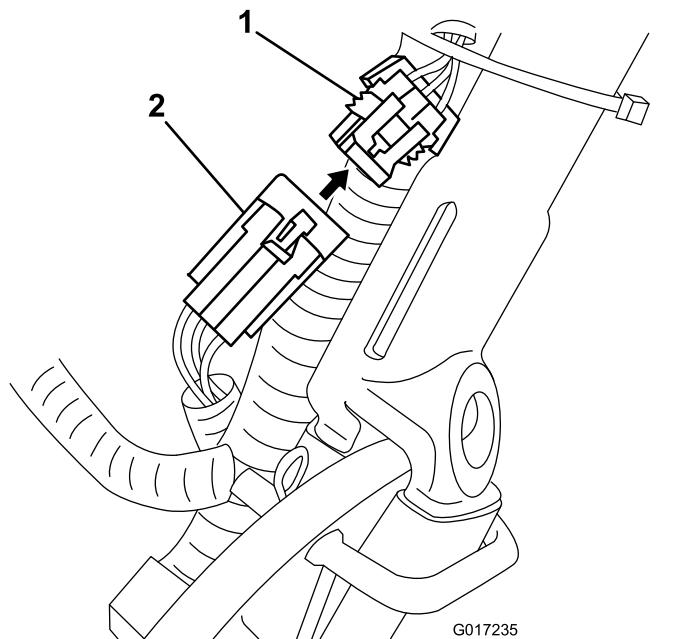

Рисунок 16
3. Отсоедините малый разъем жгута проводов «аккумулятор–машина» от главного жгута проводов (Рисунок 16).
14. Проложите жгут проводов «аккумулятор–машина» под главным жгутом проводов и позади него на левой стороне машины, подсоедините малый 6-штыревой разъем на жгуте проводов к ответному разъему главного жгута проводов, как показано на Рисунок 16.